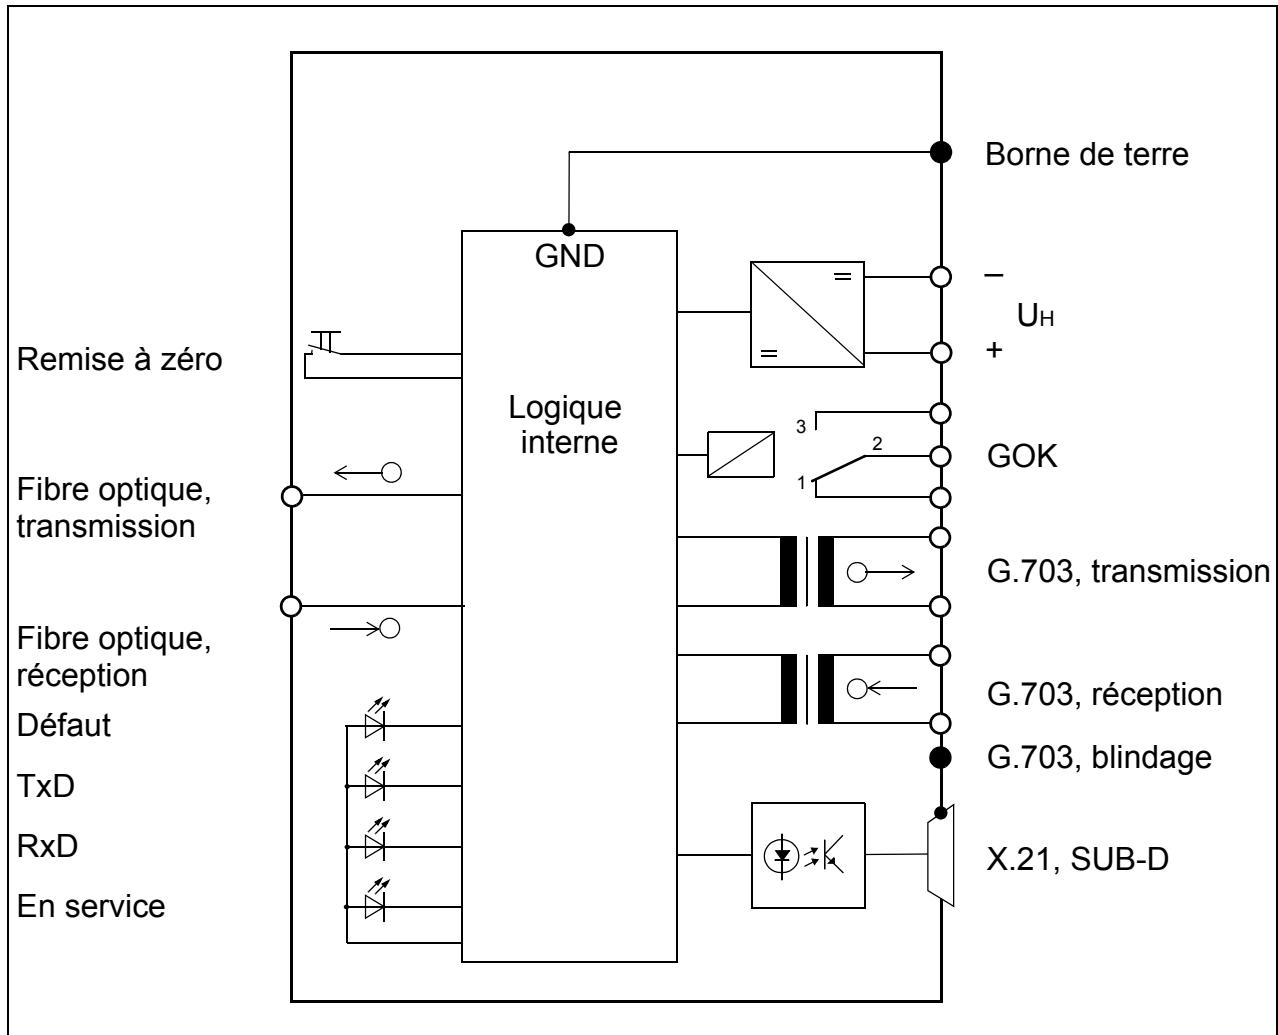

Figure 13 L'architecture matérielle du convertisseur de communication
Le convertisseur de communication doit adapter l'interface fibre optique de l'équipement de protection (ETTD) aux spécifications physiques de l'interface du réseau de communication (ETCD). La conversion est synchrone et totalement transparente : les informations sont directement transmises par le convertisseur sans ajout ni suppression d'informations. La figure 13 représente l'architecture matérielle.
- **X.21** : La connexion à l'interface X.21 se fait par un connecteur SUB-D 15 pôles. Les extrémités du blindage sont raccordées au boîtier. Les signaux X.21 sont isolés galvaniquement des autres circuits électriques (figure 13).
- **G.703.1** : La connexion à l'interface G.703.1 se fait par le bornier à vis, 5 pôles (G.703) (deux paires de fils : arrivée et départ). Le cinquième bornier à gauche (,S') sert au blindage de câble et est lié au boîtier. Les signaux G.703 sont isolés galvaniquement des autres circuits électriques (figure 13).